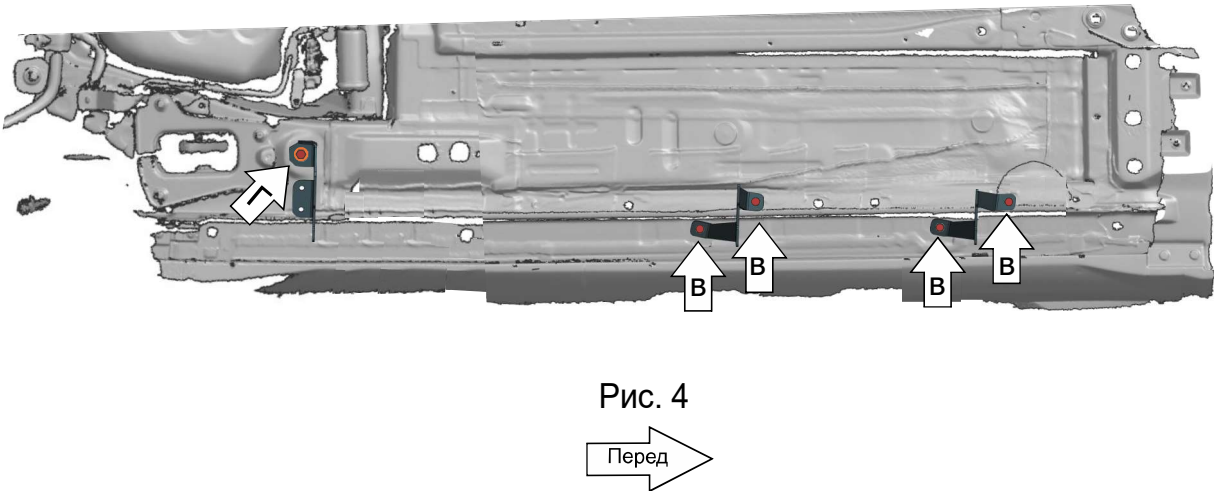

Рис. 4
3. При помощи болта М10х30, шайб 10 и шайб 10 гроверных закрепить задний левый кронштейн к установленной гайке закладной М10 (Г) (Рис. 4).
4. При помощи болтов М8х30, шайб 8 и шайб 8 гроверных закрепить средний левый и передний левый кронштейны к установленным гайкам закладным М8 (В) (Рис.4). **Обратите внимание:** Стрелка (вырез) на среднем и переднем кронштейне должна быть направлена в сторону порогов. Отличительная черта передней кронштейна - небольшой полукруглый вырез на боковой грани.